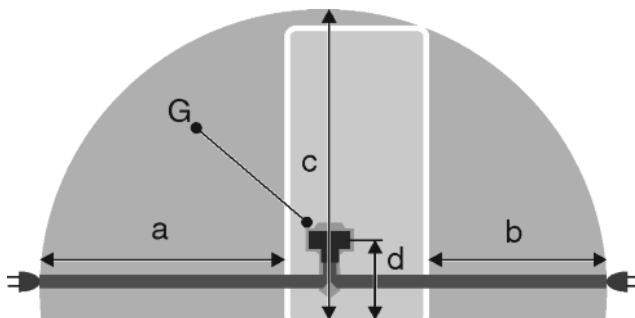

Fig. 41
- La caja de enchufe se encuentra fuera del área de la parte trasera del aparato en la zona indicada Fig. 41 (a, b, c).
- ▶ Inserte el conector Fig. 41 (G) del aparato en la parte trasera del mismo. Preste atención a que encaje correctamente.